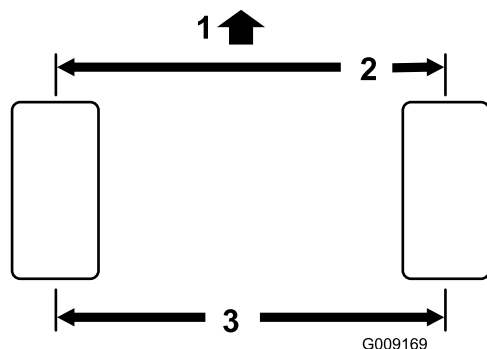

Figure 60
2. Mesurez l'entraxe (à hauteur d'essieu) à l'avant et à l'arrière des roues directrices (Figure 60). Vous devez obtenir 0 ± 3 mm à l'avant du pneu puis à l'arrière du pneu. Tournez les roues à 90 degrés et mesurez à nouveau.